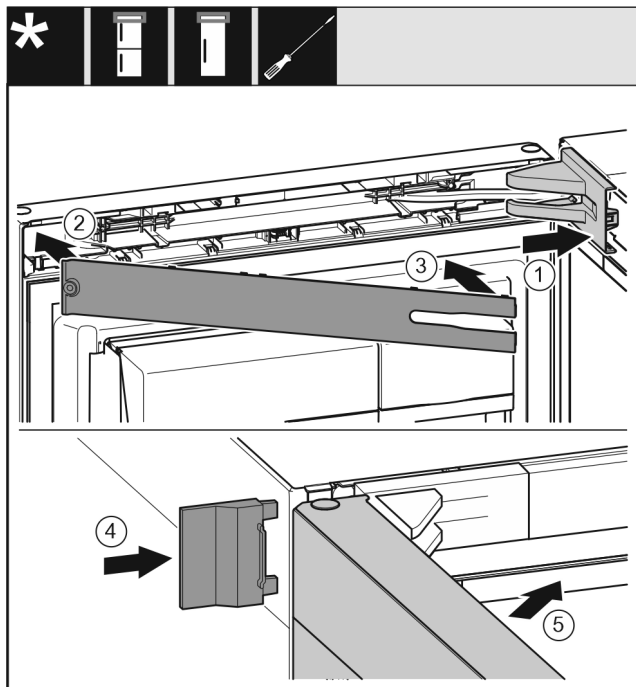

Fig. 73
- ▶ Nasadte a zaklapněte kryt stojanu ložiska Fig. 73 (1), příp. opatrně přitlačte od sebe.
- ▶ Nasadte záslepku Fig. 73 (2).
- ▶ Záslepku Fig. 73 (3) sklopte a zaklapněte.
- ▶ Vnější kryt Fig. 73 (4) nasuňte.
- ▶ Zavřete horní dveře Fig. 73 (5).